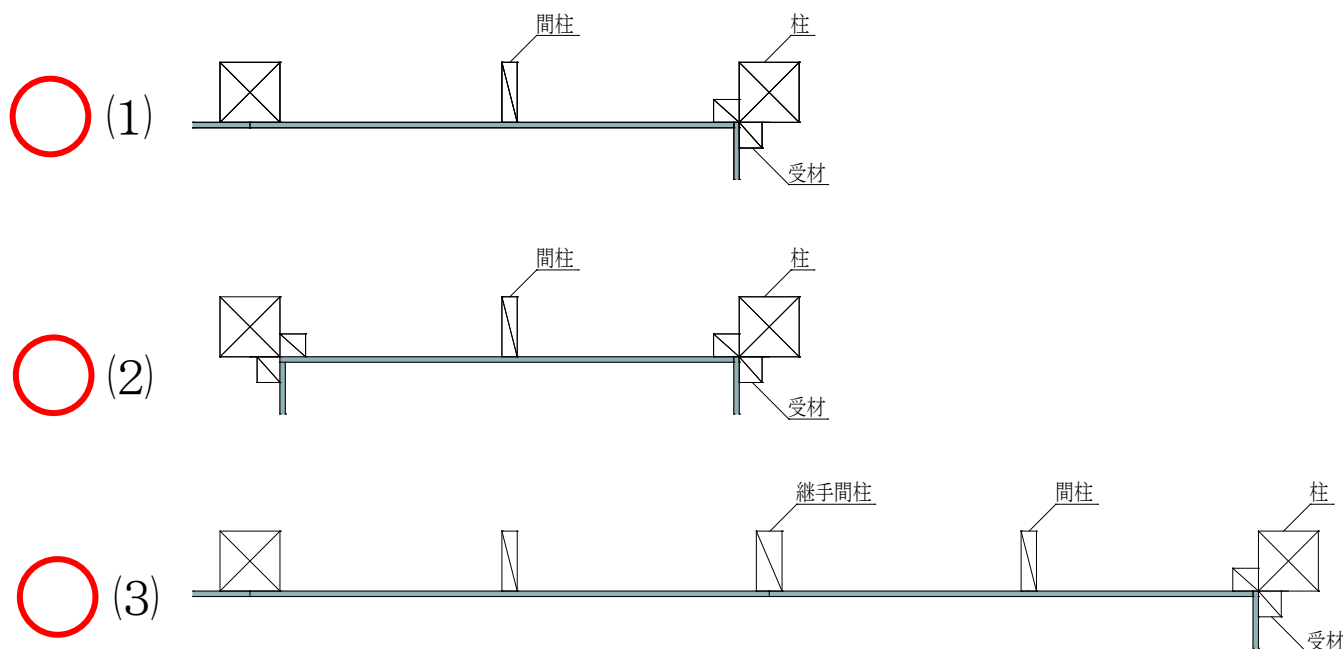

図 9 入隅部の納まり図①
- ・1 つの耐力壁について、(1)片側に入隅部がある場合、(2)両側に入隅部がある場合のいずれも耐力壁（2.5 倍）とできます（図 9）。尚、入隅部面材の勝ち負けおよび 1P・2P は問いません（例：(3)）。